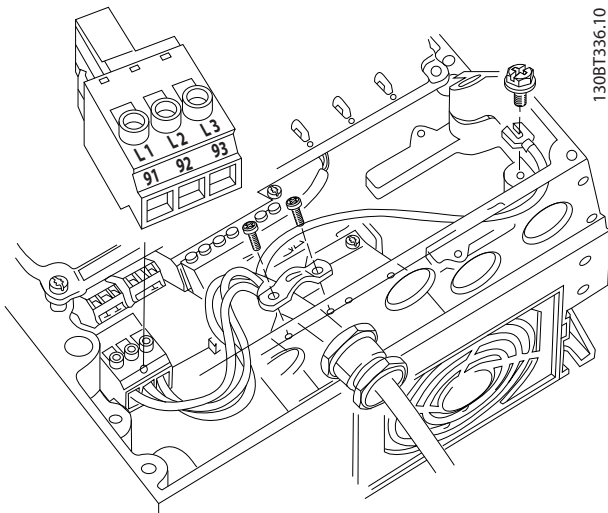

Рисунок 2.13 Подключение к сети питания переменного тока
- Подключите проводку 3-фазного входного питания переменного тока к клеммам L1, L2 и L3 (см. Рисунок 2.13).